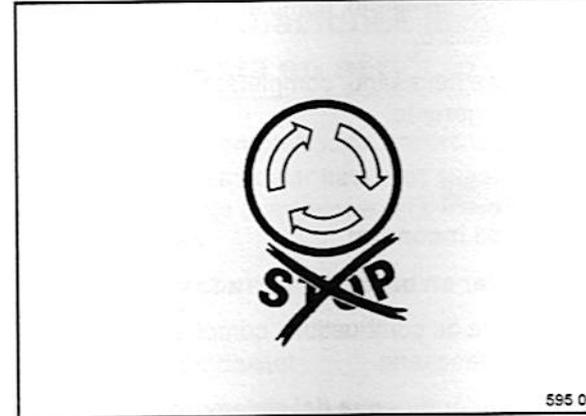

Fig. 54
- Comprobar si el conmutador de parada de emergencia (Fig. 54) está desbloqueado.